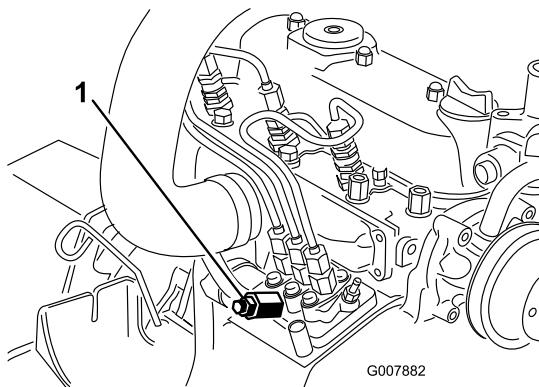

図 45
3. 燃料噴射ポンプについているエア抜きねじの下にウェスを敷いてねじをゆるめる（図 45）。